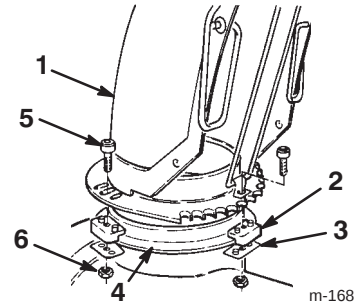

Bild 7
1. Fetten Sie den Kanalring leicht mit Niedertemperaturfett ein (Bild 7).
2. Setzen Sie den Auswurfkanal (offene Seite nach vorne) auf die Auswurföffnung, so dass sich die Befestigungselemente des Kanals auf dem Kanalring befinden (Bild 7).
- Ziehen Sie die Schraube und die Sicherungsmutter an der linken Seite fest, um die Befestigungselemente für den Kanal auf der Kanalbefestigungsplatte und den Auswurfkanal auf dem Kanalring zu befestigen (Bild 7).
- Drücken Sie die anderen Befestigungselemente für den Auswurfkanal in Richtung Auswurfkanal (geschlitzt) und ziehen Sie die Schrauben fest (Bild 7).
- Der Kanal muss sich frei auf dem Ring drehen lassen. Wenn das nicht der Fall ist, drehen Sie das rechte Befestigungselement nach außen (Bild 7).